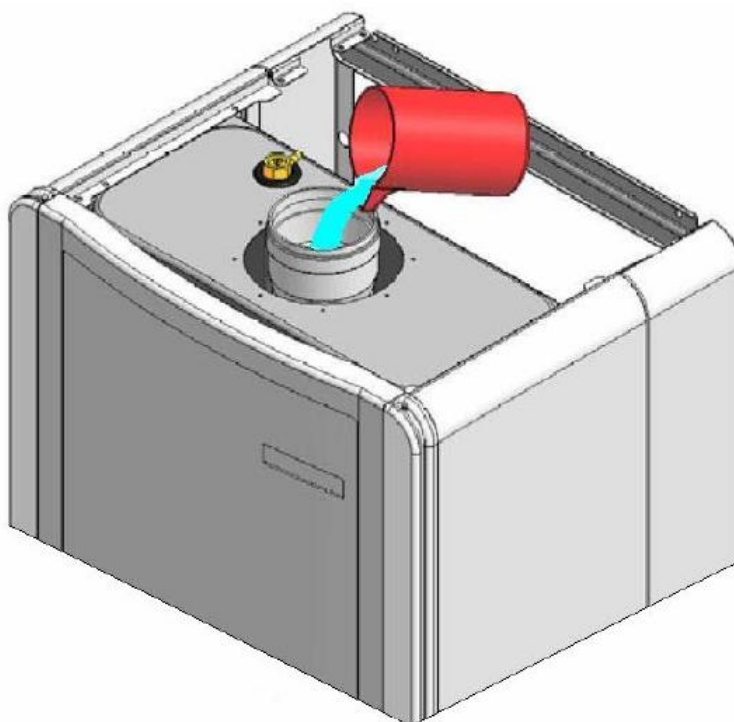

Рис. 7
- Прежде чем подключать дымоход к котлу, в сифон необходимо налить около 1 л воды. Для этого подготовьте сосуд с водой и очень аккуратно вылейте воду в отверстие выхода отработанного газа, как показано на рис. 7. Наполнив сифон водой и подготовив, таким образом, котел, вы предотвратите возможную утечку отработанного газа из дымохода.